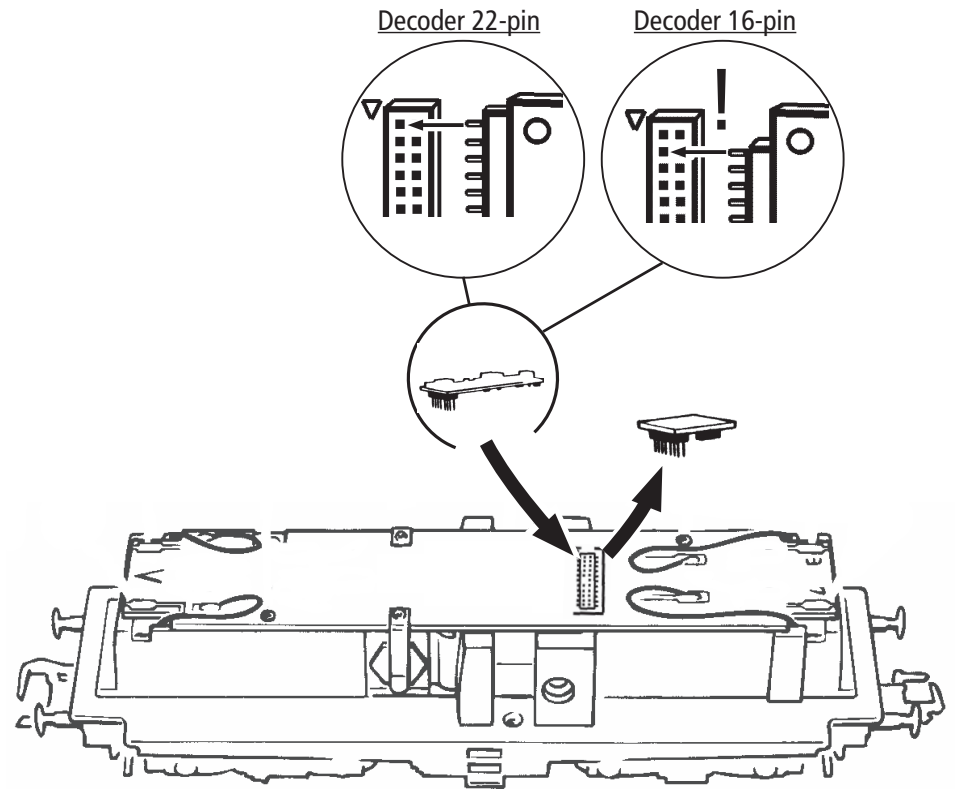
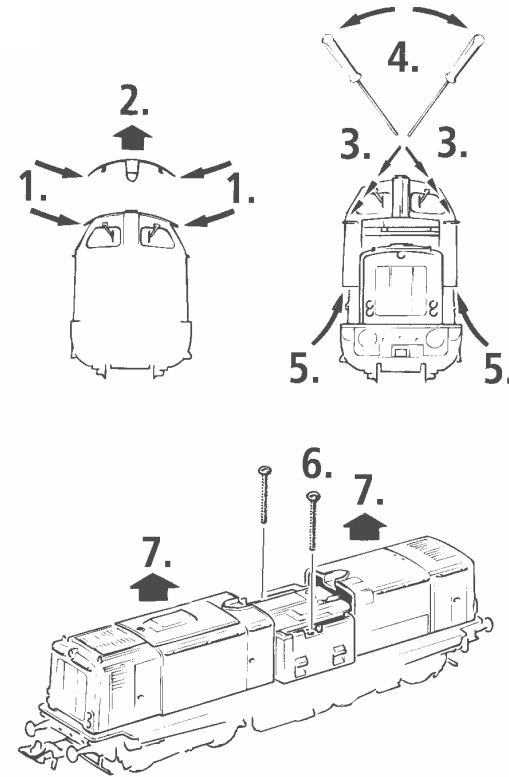

Fig. 8
Fig. 4
1. Reinigung der Radstromkontakte: Radstromkontakte können auf unsauberen Schienen leicht verschmutzen. Entfernen Sie **vorsichtig** mit einem kleinen Pinsel **den Schmutz** an den in Fig. 8 gekennzeichneten Stellen.
3. Haftreifenwechsel: Zuerst den Getriebedeckel abnehmen (Fig. 4). Danach den **Radsatz** herausnehmen und die **Haftreifen** mit einer Nadel od. mit einem feinen Schraubendreher abziehen (Fig. 8). Beim Aufziehen der neuen Haftreifen darauf achten, dass diese sich nicht verdrehen.
1. Cleaning of wheel contacts: Wheel contacts easily get dirty on tracks which are not entirely clean. Use a small brush to **remove dirt** from spots marked in fig. 8.
3. Change of traction tyre: Remove the gear cover (fig. 4). Take out **wheel set** and remove **traction tyre** using a pin or a fine screwdriver (fig. 8). When pressing on the new traction tyre please **avoid twisting it**.
1. Nettoyage des lames de courant aux roues: Les lames de contacts risquent de s'encrasser rapidement sur des voies poussiéreuses. Veuillez **enlever la poussière** aux endroits marqués à la fig. 8 à l'aide d'un petit pinceau souple.
Enlevez la fiche de shuntage de l'interface (à conserver!) et enfichez finalement la fiche du module de télécommande aux prises de l'interface. Veuillez à la position correcte de la fiche (voir fig. 8).
3. Échange des bandages d'adhérence: Démontez d'abord **le couvercle du carter des engrenages** des en-grenages (fig. 4). Délogez ensuite les essieux ban-dagées et enlevez, à l'aide d'une aiguille ou d'un tourne-vis fin, les bandages d'adhérence (fig. 8). Lors du montage des nouveaux bandages veuillez veiller à ce que les bandages **ne soient pas tor-dues**.